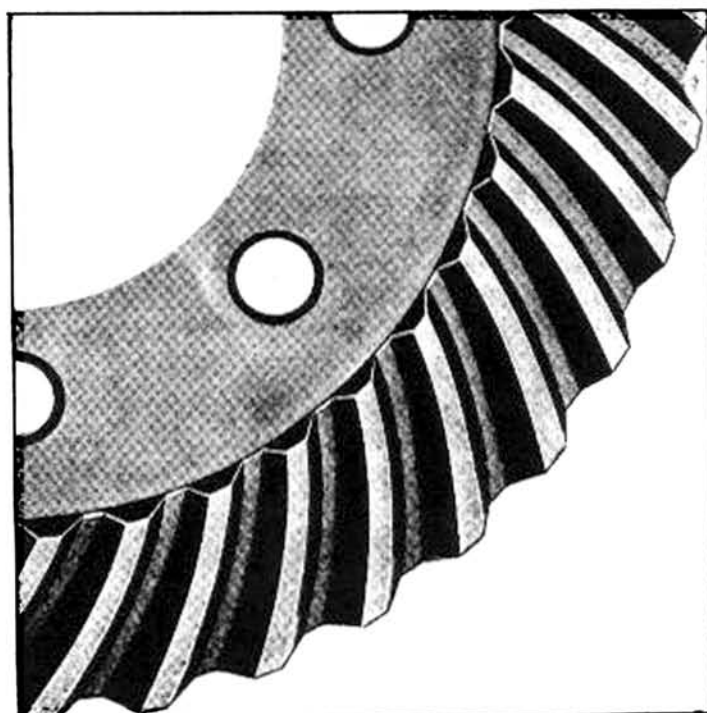

Fig. 105
- 2 - Eccessivo contatto sul calcagno del dente (vedere fig. 105) significa che la corona è troppo lontana dal pignone; avvicinare la corona al medesimo cambiando lo spessore di registrazione con uno maggiorato.